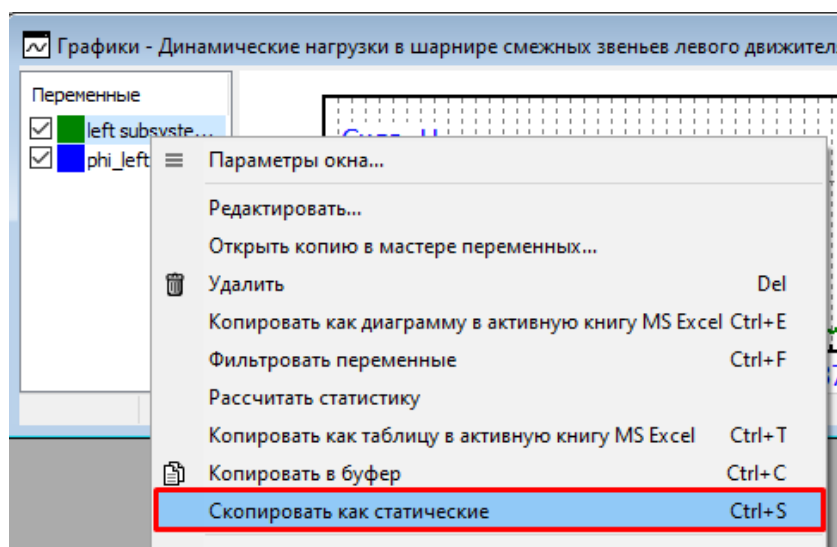

Рис. 22. Вызов контекстного меню и копирование результатов
1. В графическом окне *"Динамические нагрузки в шарнире смежных звеньев левого движителя"* нажатием на первой переменной правой кнопкой мыши вызовите контекстное меню и выберите **Скопировать как статические** (рис. 22). После этого появится копия рассчитанной переменной. Выполните данную процедуру для всех переменных в оставшихся графических окнах, **не включая** переменные **phi\_left** и **phi\_right**.